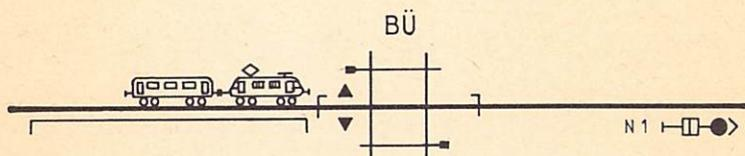

Bild 21
- (2) Wird der BÜ nach einem Halt erst bei der Ausfahrt des Zuges befahren, so wird das Ausfahrtsignal erst nach der Sicherung des BÜ freigegeben. Wird der BÜ bei der Ausfahrt eines Zuges nicht mehr befahren, so ist der BÜ nicht zu sichern, wenn eine besondere Kurzzugabhängigkeit eingerichtet ist, mit deren Hilfe eine Freigabe des Ausfahrtsignals unabhängig von der Sicherung des rückliegenden BÜ möglich ist (vgl. Abs. 6 und 7).
- (3) Hält ein eingefahrener Zug längere Zeit vor dem BÜ (vgl. Bild 21), so ist die BÜ-Sicherungseinrichtung durch Bedienen der Ausschalttaste und der zugehörigen Gleistaste auszuschalten. Diese Bedienung ist nur wirksam, wenn